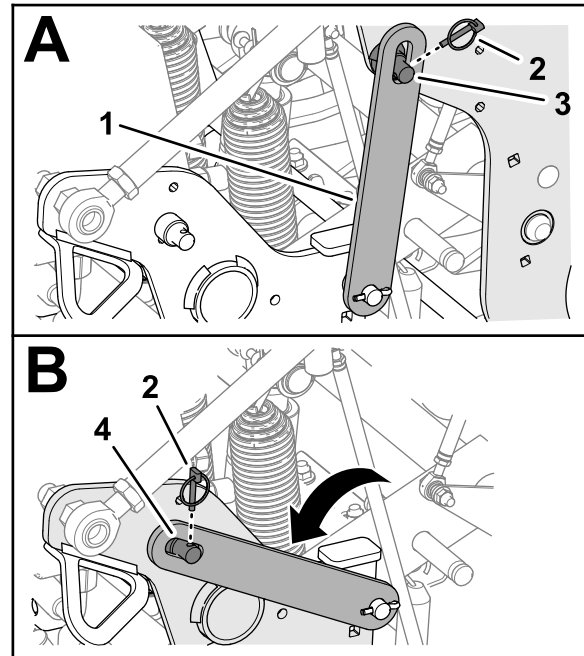

Bild 103
3. Entfernen Sie den Klappstecker, mit dem der Wartungsriegel am Stützstift des Aerifizierkopfs befestigt ist (Bild 103).